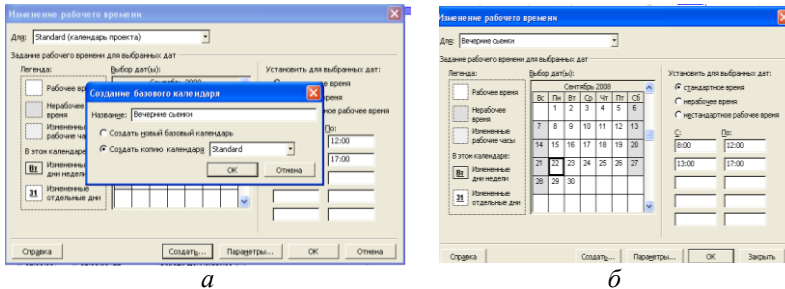

Рис. 129. Діалогове вікно *Изменение рабочего времени*: а) створення календаря ресурса; б) редагування календаря для ресурсу
3.5.1. *Сервис/Изменение рабочего времени/Создать.* З'явиться діалогове вікно *Создание нового базового календаря* (рис. 129а).
3.5.2. *Имя/Вечерние съемки/OK* (рис. 129б):